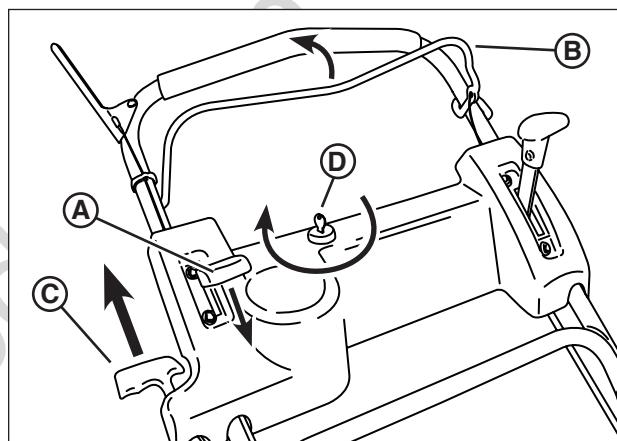

Figura 3: Arranque del cortacésped
1. Mueva el control de velocidad del motor (**A**, **Figura 3**, si está equipado) a la posición Rápido ("Conejo").